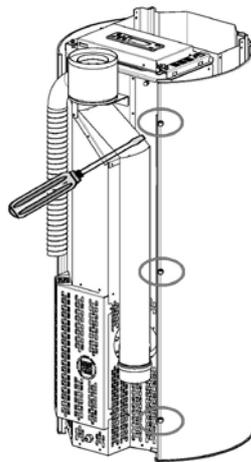

Fig. 28 - Schrauben lösen
- Die hinteren Schrauben der Seiten festziehen (siehe **Fig. 28**).